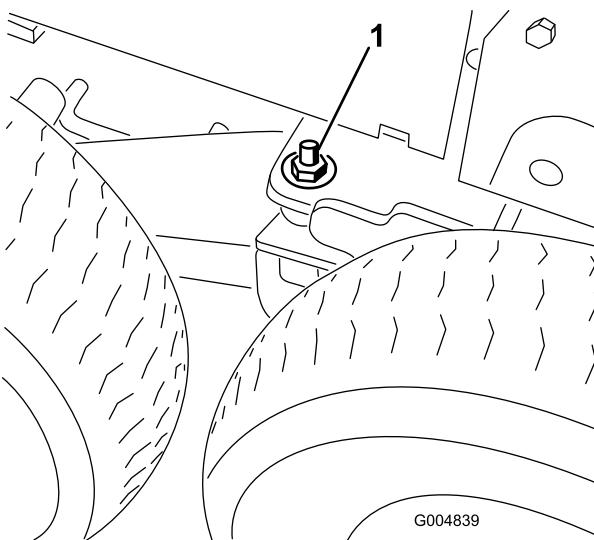

Рисунок 129
- Ослабьте и снимите контргайку и плоскую шайбу с приварной оси поворота тележки (Рисунок 129).
- Установите плоские шайбы (1/2 дюйма) и контргайки на шпильку оси тележки (Рисунок 129).